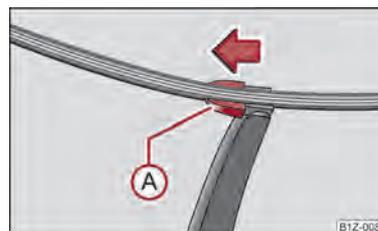

Fig. 39 Escova para o limpador do vidro traseiro
- Afaste o braço do limpa-vidros do vidro e coloque a escova em ângulo recto relativamente ao braço ⇒ Fig. 39.
- Com a outra, desbloqueie a segurança (A) no sentido da seta e retire a escova. ▶